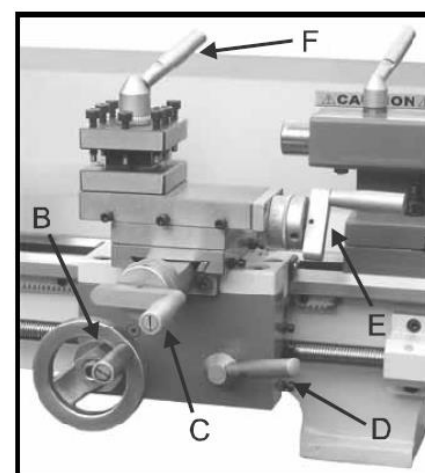

Рис. 11
5. Маховик продольного перемещения (В, Рис. 11)
6. Рычаг поперечной подачи (С, Рис. 11)
7. Рычаг зацепления полугайки (D, Рис. 11)
8. Рычаг поперечного перемещения верхнего суппорта (Е, Рис. 11)
9. Зажимной рычаг держателя инструмента (F, Рис. 11)